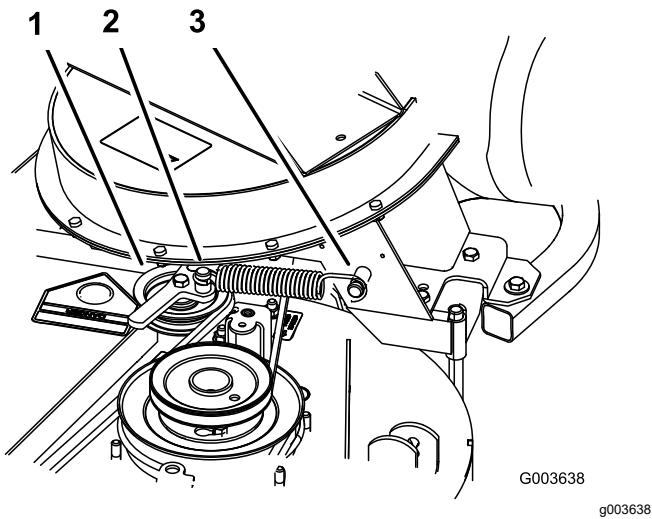

Figure 20
- Montez le ressort comme montré à la Figure 20.